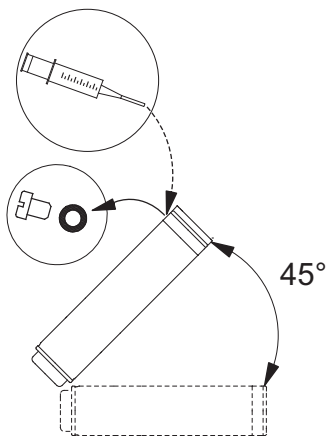

Fig. 3 Position du moteur pendant le remplissage – MS6 et MS 6000
- Si le moteur est remplacé, il faut vérifier le niveau du liquide avant de monter le moteur sur la pompe, voir fig. 3.
- En cas de réparation, le niveau du liquide doit être contrôlé, voir fig. 3.
1. Positionner la pompe comme indiqué fig. 3. La vis de remplissage doit être située au point le plus haut du moteur.
3. Injecter le liquide dans le moteur à l'aide de la seringue de remplissage fig. 3 jusqu'à ce que le liquide déborde légèrement de l'orifice de remplissage.